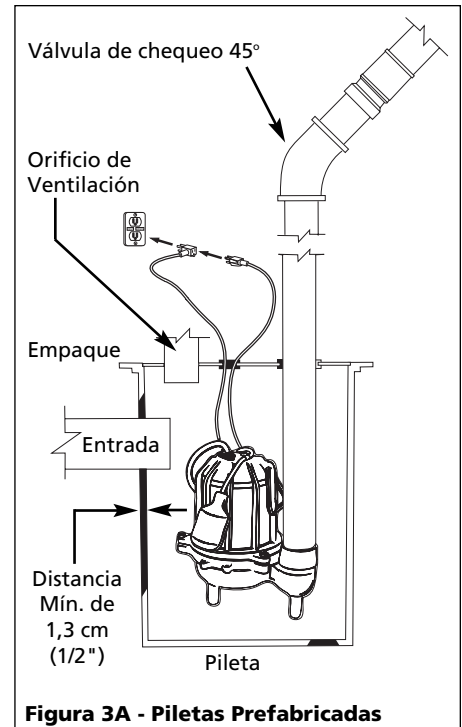

Figura 3A - Piletas Prefabricadas
6. Los modelos CSE50T vienen de fábrica con un interruptor de correa desprendible con un enchufe en serie (ver figura 3A). El largo de la correa (largo de la correa entre el flotador y la abrazadera) no debe ser menor de 3-1/4" (9,5 cm) y no debe usarse en una pileta de menos de 14" (35,5 cm) de diámetro. Si se usa un diferencial distinto del de fábrica, asegúrese de que, cuando la bomba se apague, queden al menos 4" (10 cm) de agua en la pileta para que el impulsor siga sumergido.